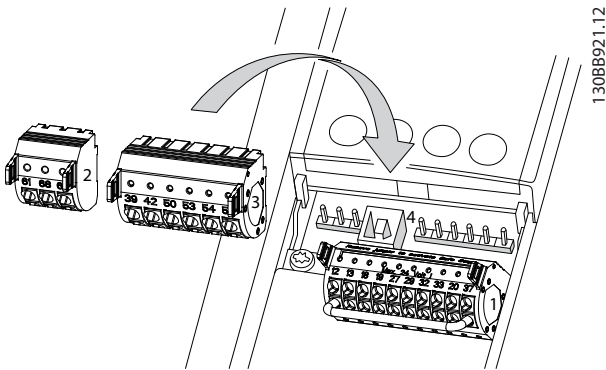
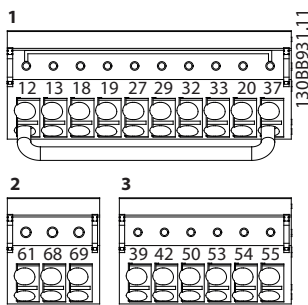

Abbildung 4.8 Anordnung der Steuerklemmen
Abbildung 4.9 Klemmennummern
- Ist der Frequenzumrichter an einen Thermistor angeschlossen, müssen die Thermistorsteuerleitungen abgeschirmt und verstärkt/zweifach isoliert sein. Wir empfehlen eine 24-VDC-Versorgungsspannung. Siehe *Abbildung 4.8*.
In *Abbildung 4.8* und *Abbildung 4.9* sind die entfernbaren Frequenzumrichteranschlüsse zu sehen. *Tabelle 4.2* und *Tabelle 4.3* fasst Klemmenfunktionen und Werkseinstellungen zusammen.